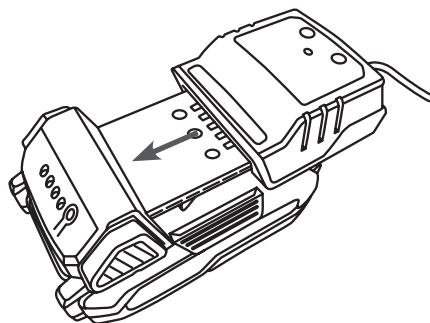

Рис. 2 Установка адаптера зарядного устройства на аккумулятор
1. Установите адаптер зарядного устройства на аккумулятор и сдвиньте вперед до щелчка, как показано на Рис. 2.